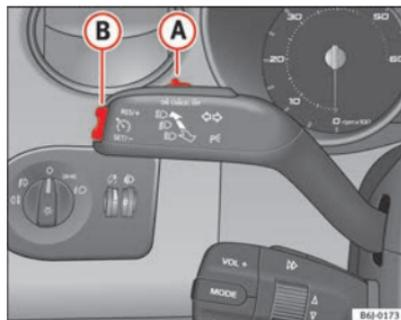

Fig. 115 Palanca de intermitentes y de luz de carretera: mando y tecla basculante para el regulador de velocidad
- Presione la parte superior de la tecla basculante **RES** ⇒ fig. 115 **B** para aumentar la velocidad. El vehículo acelerará mientras mantenga la tecla presionada. Al soltar la tecla quedará memorizada la nueva velocidad.
Si se reduce la velocidad programada pisando el pedal del freno, se desactiva el regulador de velocidad. Si quiere activar de nuevo el regulador, bastará con presionar una vez la parte superior de la tecla basculante **RES+** ⇒ fig. 115 **B**.